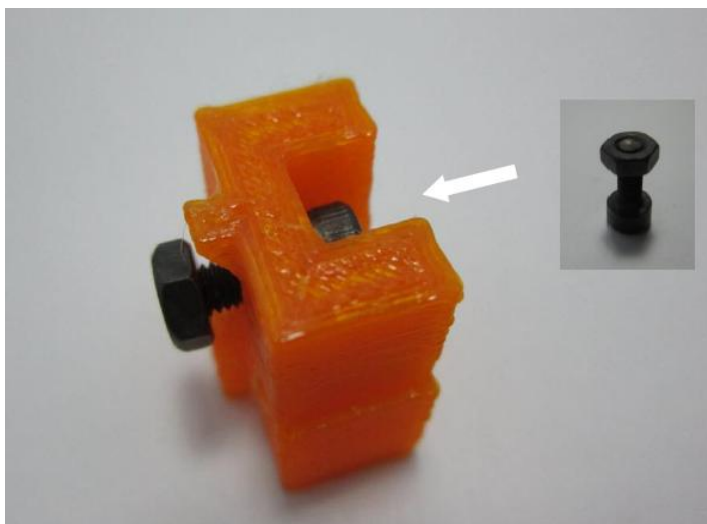

图 5-51 螺母与限位开关连接
2) 将 M3×8mm 螺钉和 M3 螺母安装到限位开关座上，如图 5-51 所示。